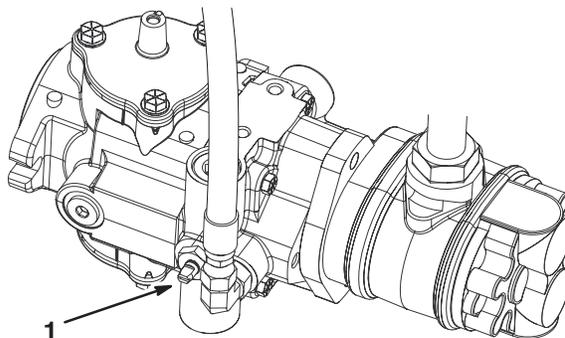

Bild 40
- Ermitteln Sie das Sicherheitsventil an der Pumpe und drehen Sie es, so dass der Schlitz vertikal ist (Bild 40).
- Schließen Sie vor dem Starten des Motors das Sicherheitsventil. Drehen Sie den Schlitz des Ventils in die horizontale Stellung (Bild 40). Starten Sie den Motor nie, wenn das Ventil noch offen steht.